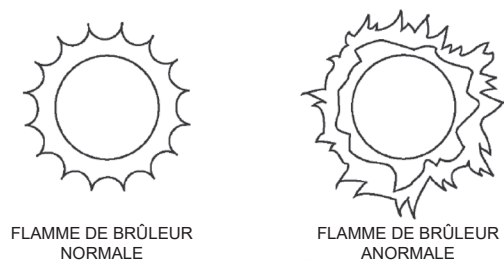

Figure 83. Flammes de brûleur normales et anormales
- Ne pas présenter de décrochage excessif des flammes par rapport aux orifices du brûleur. Voir **Figure 83**.